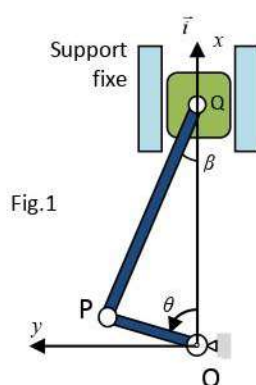

Fig.1
L'objet de l'étude est un système, composé de 3 solides rigides (figure 1) qui sont un piston (un petit cylindre de masse m_p), une tige rigide inextensible (PQ) de longueur l , de masse négligeable et un bras (OP) homogène de longueur R et de masse m_b , de moment d'inertie I_b (par rapport à l'axe fixe (O, Δ)). La tige (PQ) permet de lier le piston avec le bras et reste tout le temps en liaison avec le bras (au point P) et avec le piston (au point Q). Le mouvement du piston est une translation suivant l'axe vertical Ox , celui du bras (OP) est une rotation d'axe fixe (O, Δ) avec une vitesse de rotation constante ω_0 (rd/s). On note (figure 1):